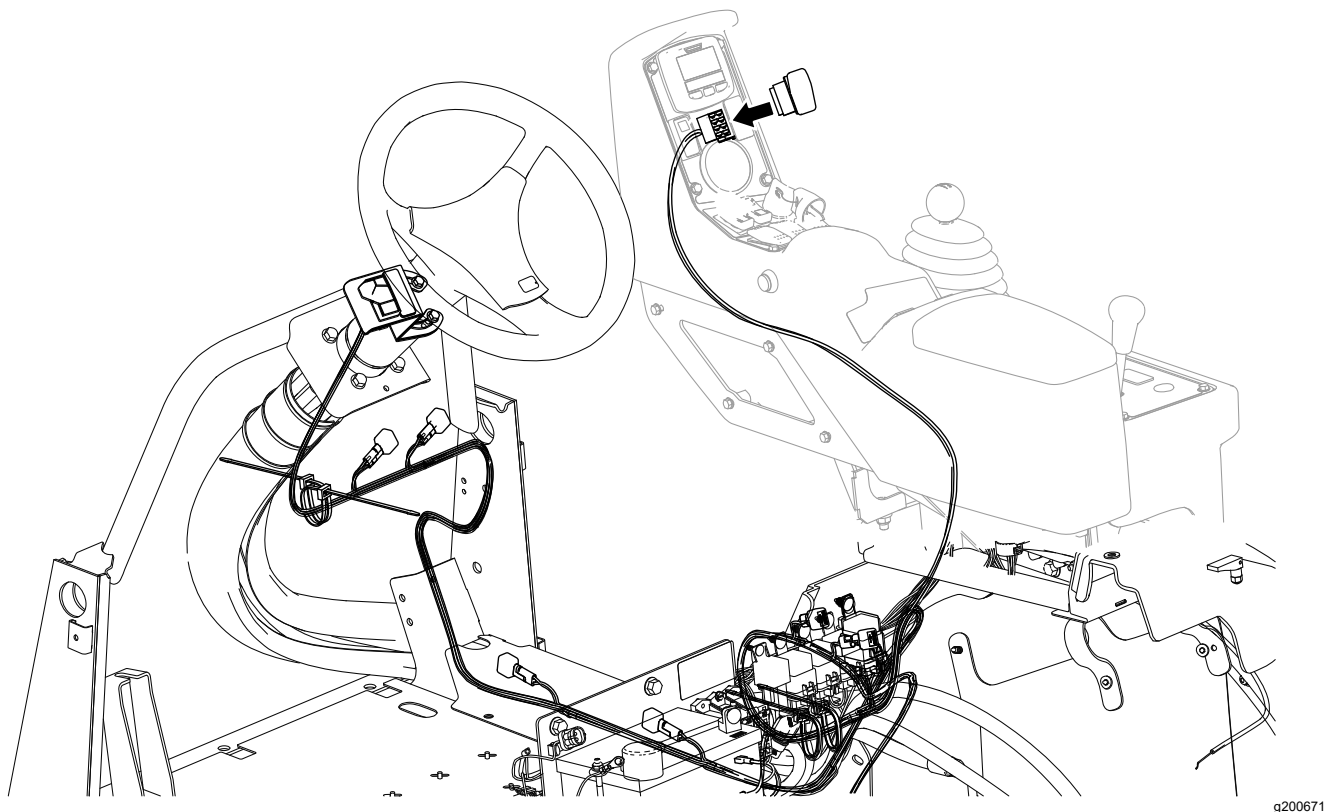

Figura 8
4. Encaminhe a cablagem ao longo da cablagem da máquina até ao painel de controlo (Figura 8).
5. Ligue o interruptor oscilador à cablagem (Figura 8).
Interruptor Ligar/Desligar espuma – ativa o compressor, gerando um fluxo de espuma para ambas as secções da rampa em simultâneo (Figura 8).